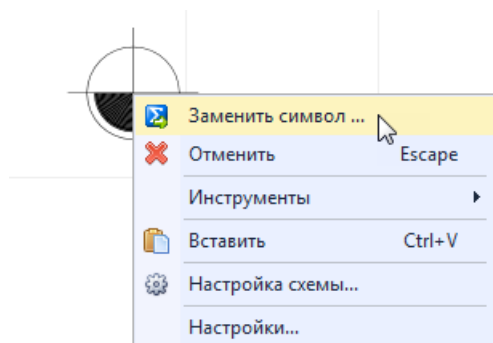

Рис. 420 Замена символа в процессе размещения
- До размещения символа его можно заменить. Для замены символа, пока еще выбранный символ прикреплен к курсору, вызовите контекстное меню и выберите пункт «Заменить символ», см. Рис. 420.